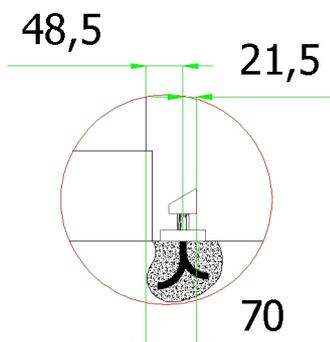

fig.2
2. Una volta appurato questo e realizzato il cancello, o viceversa realizzato le colonne in base alle misure del cancello da installare, fissare alla pavimentazione (come in *fig. 2*) le piastre art. 164/10 (per cancelli carrai) o art. 164/9 (per cancelli pedonali) con l'interasse dei fori di alloggiamento ad una distanza di 48-50 mm dalle colonne. Installare in asse con le piastre, a metà luce tra le colonne il battente centrale art. 182/1 (nell'esempio di prima a 1700mm).